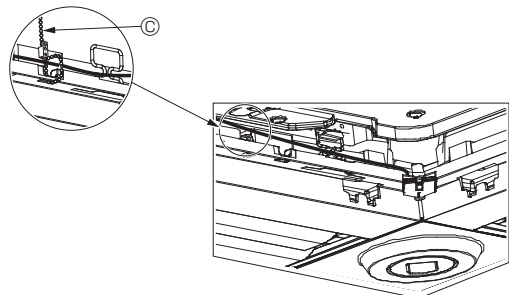

Fig. 5-13
- Зафиксируйте провода датчика i-See и приемника сигнала на панели с помощью зажима, как показано на схеме, чтобы провода не провисали, после чего отрежьте лишнюю часть зажима. (Fig. 5-13)
- Если положение датчика i-See было изменено с "o" (E) на положение "□" (F), измените настройки выключателя. (См. стр. 197.)